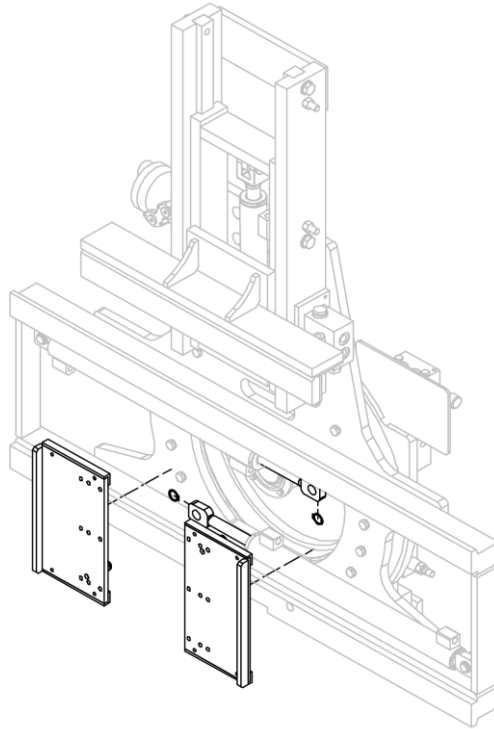

Figure 34
3. Retirer les plaques de fourche de l'équipement, après avoir enlevé les anneaux élastiques qui les maintiennent sur les vérins (voir *Figure 34*).